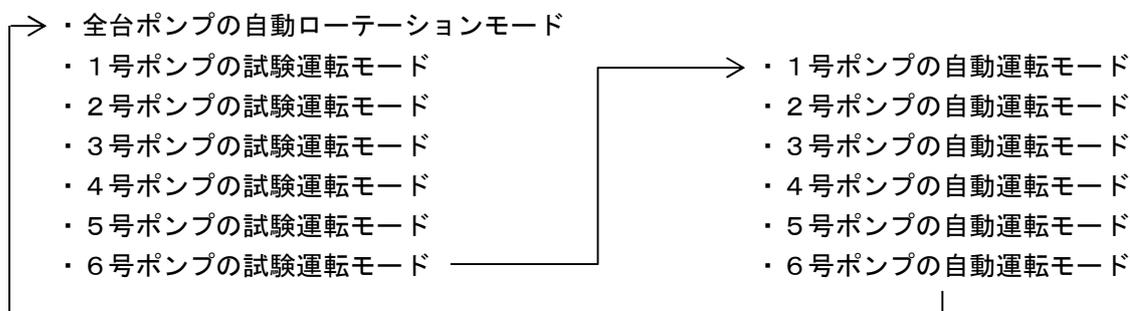

図 6-10 運転モードの遷移（6 台ローテーションの場合）
(6) 運転モード（自動運転モード、試験運転モード）の操作方法
- ・ ボタンを押す度に図 6-10 のように運転モードが切替わります。詳細については図 30 を参照ください。